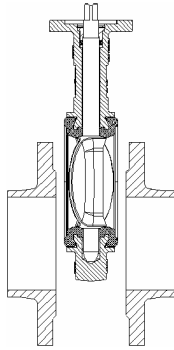

рис. 1
- заслонка устанавливается между фланцами без трудностей и без повреждений футеровки (см. рис. 1). Если расстояние между фланцами недостаточное, дополнительно используйте фланцевую распорку;